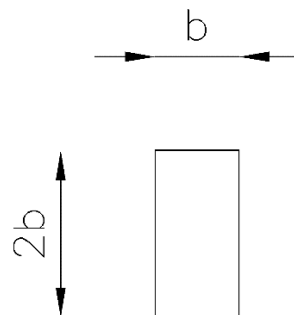

Figura 2
- Dimensionar las barras en flexión con una sección como se indica en la figura 2, redondear al milímetro.